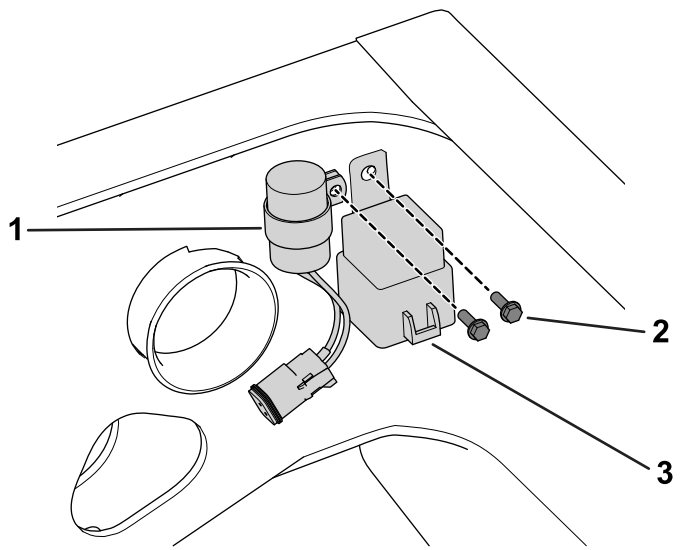

Bild 3
2. Befestigen Sie das Timermodul und das Relais mit zwei Schrauben in den Löchern in der vorderen Platte (Bild 3).